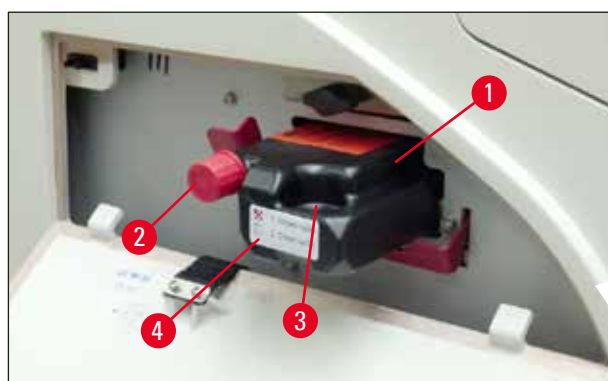

Рис. 60
3. Снимите защитную пленку и вставьте картридж с чернилами примерно до половины в гнездо (→ "Рис. 60").